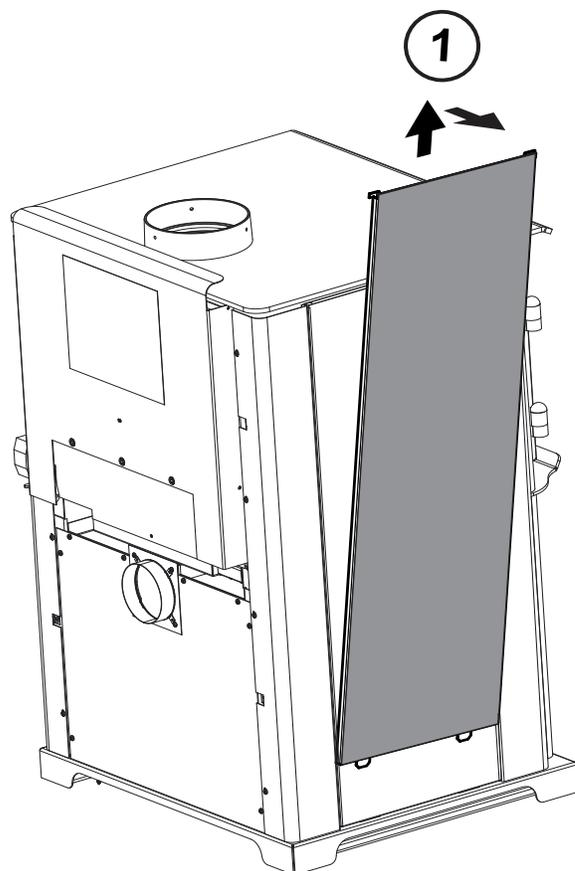

Figure 24.3
1. Retirez le cadre des tuiles du côté de l'appareil en le soulevant et le retirant de l'appareil. **La figure 24.3 présente le retrait du panneau latéral complet.**